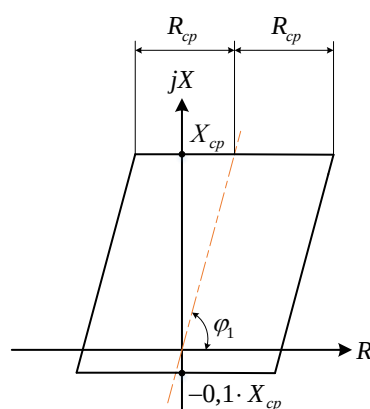

Рисунок 2.7 – Характеристика срабатывания направленного РС с охватом начала координат
2.2.1.24 Дополнительно для первой и третьей ступени ДЗ предусмотрены направленные РС с охватом начала координат, уставки по R, X и  $\varphi_1$  которых совпадают с уставками ненаправленного РС соответствующей ступени. Характеристика срабатывания (см. рисунок 2.7) направленного РС с охватом начала координат имеет форму параллелограмма, смещенного вдоль направления металлического КЗ на линии в третий и четвертый квадранты на величину до  $-0,1 \cdot X_{cp}$ .